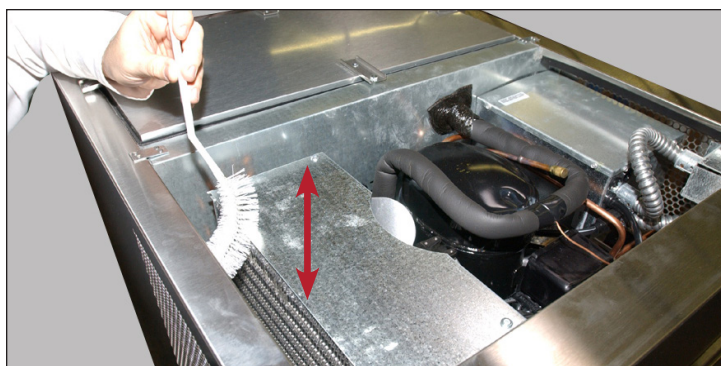

Fig. 2 Se accessibile, pulire la bobina del condensatore. Non spazzolare mai sulle alette della serpentina di traverso.
3. Se accessibile, con una spazzola a setole dure, pulire con cautela lo sporco accumulato dalle alette frontali della bobina del condensatore. Si veda la Fig. 2 Se non si può accedere o pulire completamente la bobina del condensatore, rimuovere il parapioggia. Si vedano le figure 3 e 4.